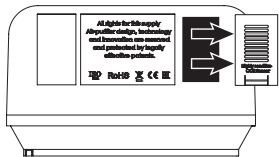

Рис. 15.
2. Извлеките крышку отсека для датчика CO2 (рис. 15).
3. Вставьте датчик углекислого газа CO2-Z19 в установочное место в крышке отсека и завинтите два болта фиксации датчика (рис. 15).